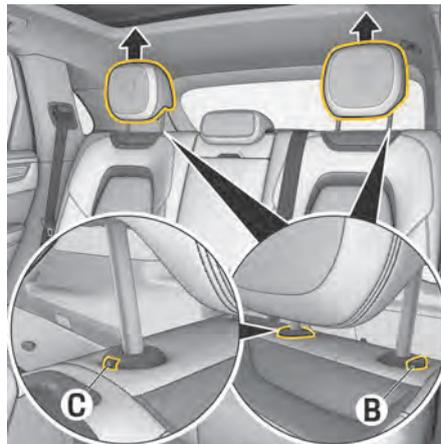

図. 71 外側リヤシートのヘッドレストを取り外す
2. 適切な道具 (エマージェンシーキーなど) を開口部 C(図. 71) に差し込みます。
3. ボタン B(図. 71) を押しながら、ボタン B に噛み合うまでヘッドレストを持ち上げてください。